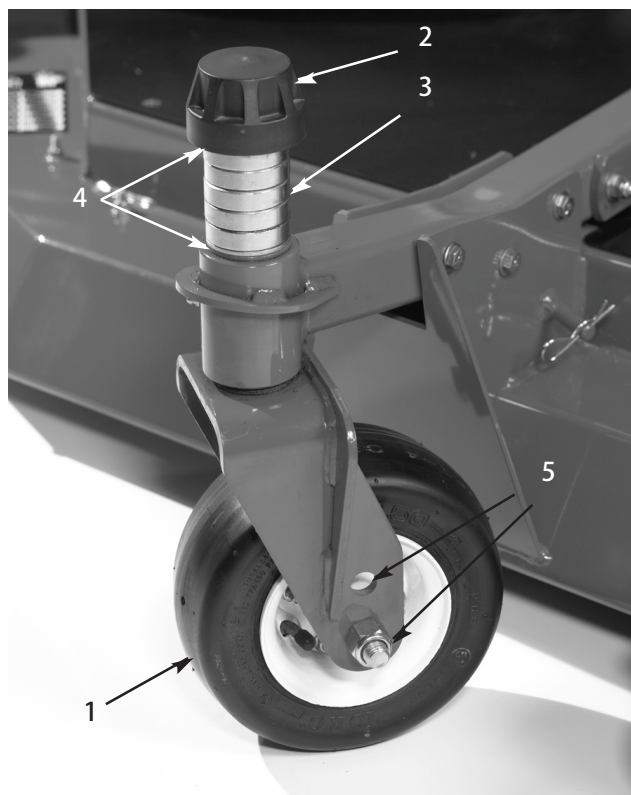

図 20
11. ステッカーに表示されている刈り高になるよう、3mmのシムで調整する (図20) ; 「カッティングユニットのピッチの調整」を参照。